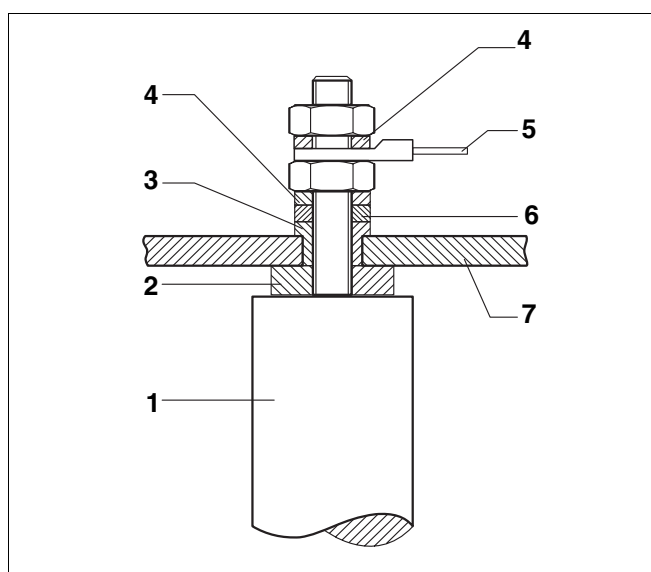

Fig. 11 Raccordement anode au magnésium
- Si l'écartement par rapport au plafond est faible, remplacez l'anode au magnésium rigide (fig. 11) par une anode à chaîne d'un diamètre de  $\text{Ø } 33 \times 1500 \text{ mm}$  (article no.: 5592186).